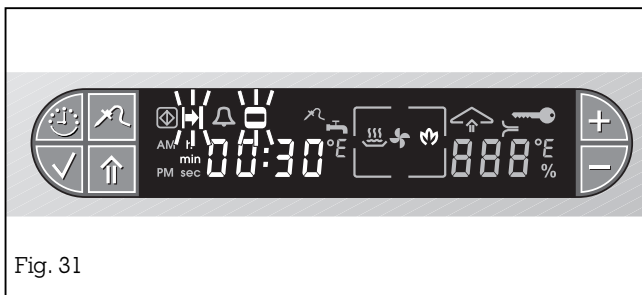

Fig. 31
- Le symbole ♥ (nettoyage) et les symboles ⏸ (durée) et ⏪ (temps de cuisson) clignotent sur l'afficheur (fig. 31).